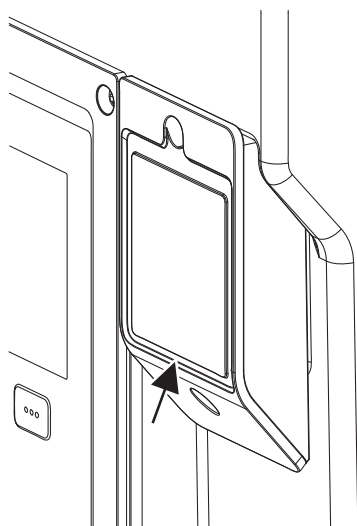

Fig. 32: Tampa para o módulo Wilo-Smart Connect BT
1. Desapertar o parafuso da tampa do módulo Wilo-Smart Connect (Fig. 32) e abrir a tampa.
Devido à sua construção, o módulo Wilo-Smart Connect BT só pode ser ligado com um alinhamento. Não há mais nenhuma fixação do módulo em si. A tampa do módulo Wilo-Smart Connect (Fig. 32) na parte superior do módulo eletrônico mantém o módulo firmemente fixado à interface.